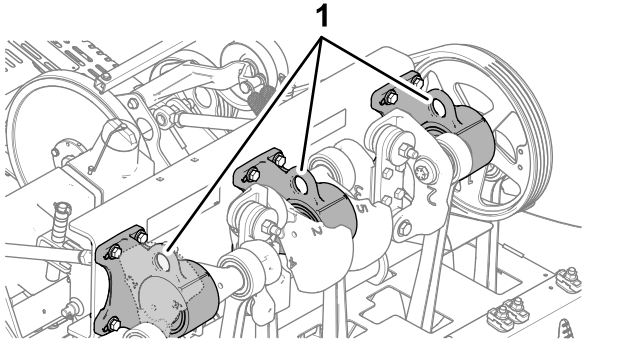

图 3
**注意** 如果可行请用起重机提起机器的后部。用打孔头轴承壳体内的孔眼作为起重机连接点 **图 3**。